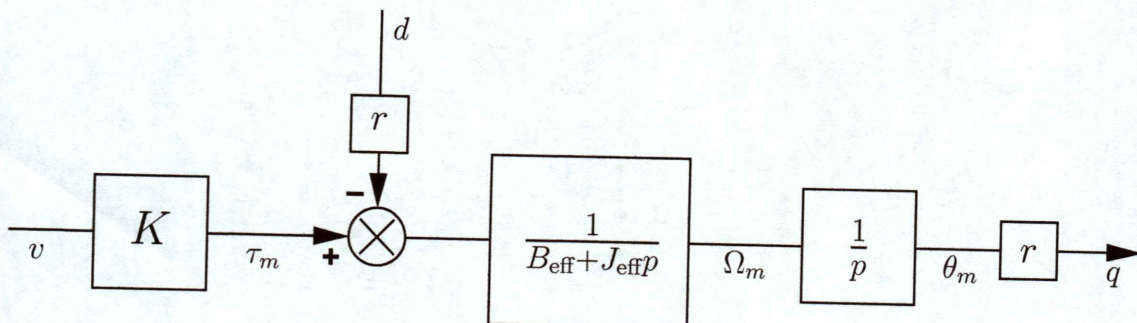

FIGURE 2 – Schéma utilisé pour la synthèse de la commande articulaire
1. Démontrer que la synthèse d'une commande prenant en compte les dynamiques de l'actionneur et de la structure mécanique du robot peut être effectuée à partir du schéma de principe présenté Figure 2, où $d(t) \equiv -mg$ et $J_{\text{eff}} = J_m + r^2m$.